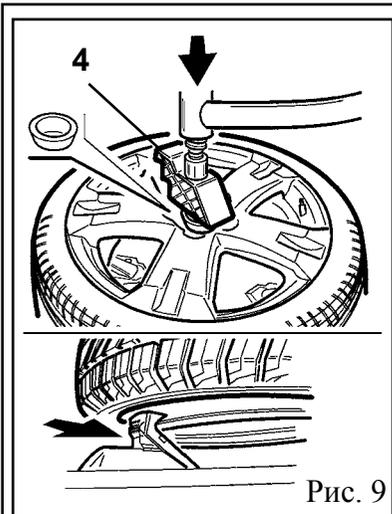

Рис. 9
При возникновении трудностей используйте инструмент прижима борта шины (4) для удерживания диска на зажимах поворотного стола и облегчения блокировки (по необходимости используйте центрирующий конус для облегчения этой операции) (Рис. 9).
In case of difficulty, use the bead-pressing tool (4) to keep the rim pressed onto the turntable clamps and facilitate its locking (if necessary, use the centering cone to facilitate the operation) (fig.9)